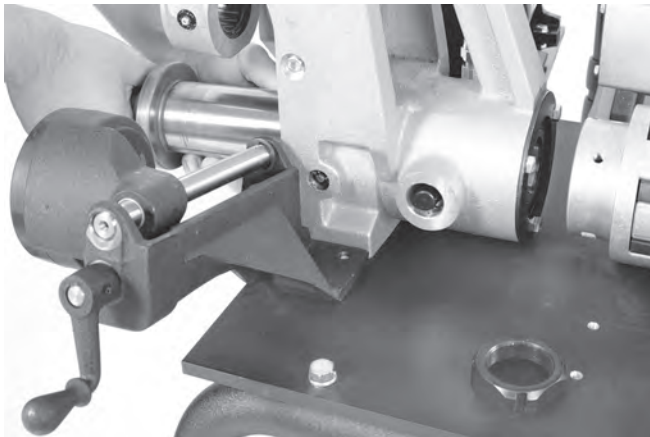

Figure 25 – Retrait de l'arbre d'entraînement
3. Retirez l'arbre d'entraînement via l'avant de la rainureuse (Figure 25).